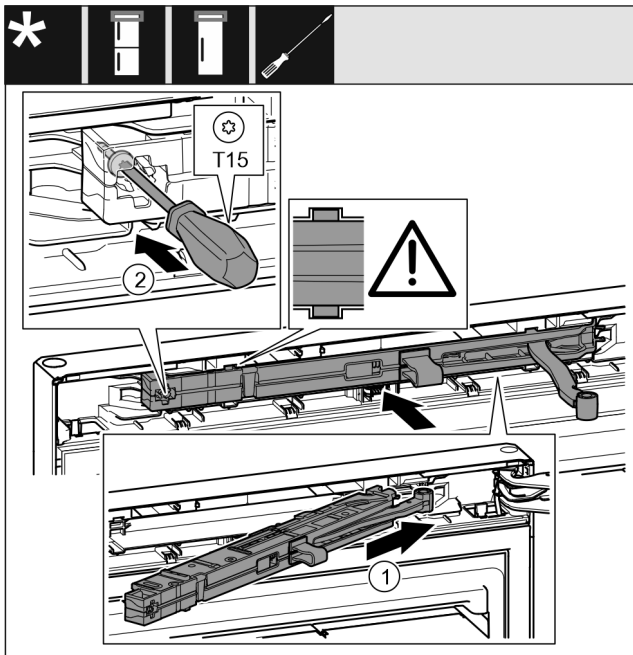

Fig. 20
- ▶ Pe partea suportului de lagăr împingeți înclinat unitatea amortizorului de închidere până la opritor în degajare. Fig. 20 (1)
- ▶ Înșurubați ferm șurubul cu o șurubelniță T15. Fig. 20 (2)